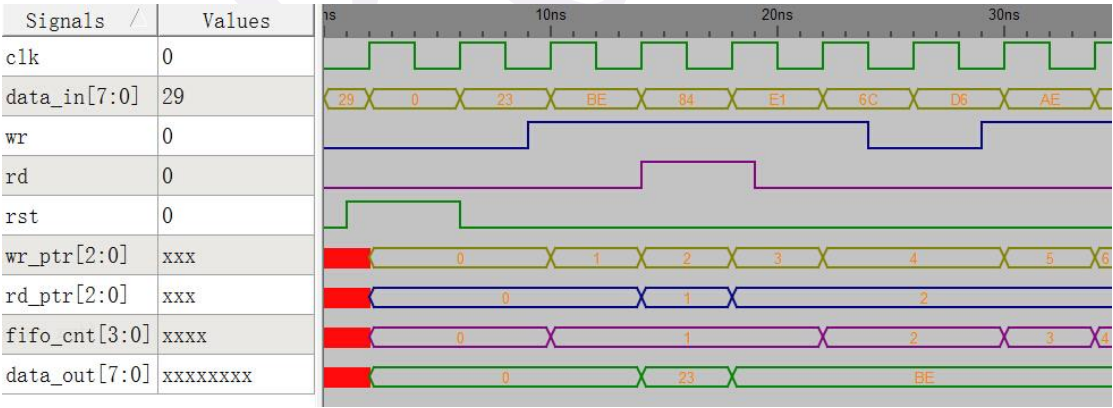

图 5-1-9 查看波形
(7) 执行仿真并查看波形。点击工具栏，查看输出信息，检查没有错误之后点击进行仿真，再点击或者菜单“View”中的“Waveview”，波形查看器就会打开。点击右侧 Workspace 中的信号，进行添加并查看。点击波形查看器工具栏上的图标进行自动缩放。如图 5-1-9 所示。分析仿真结果并对照真值表，查看设计波形与设计要求是否一致。